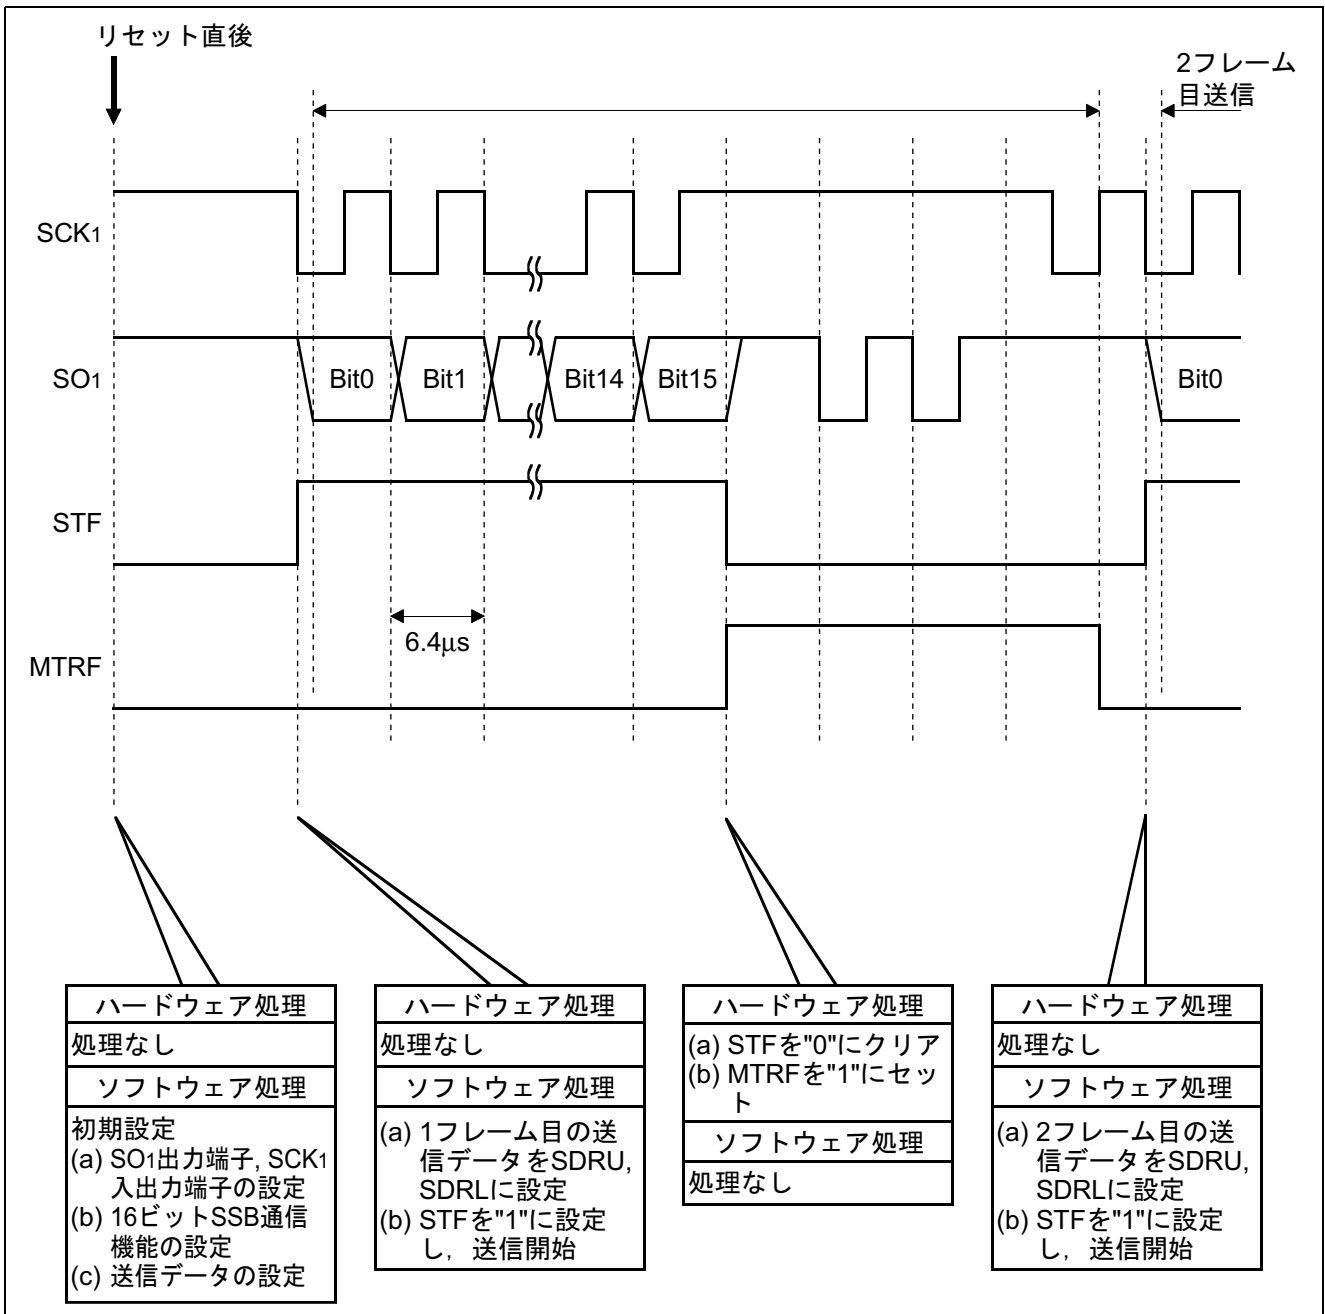

図 5 SSB 通信の動作原理
(1) 図 5 に動作原理を示します。図 5 に示すようなハードウェア処理，およびソフトウェア処理により SSB 通信を行ないます。